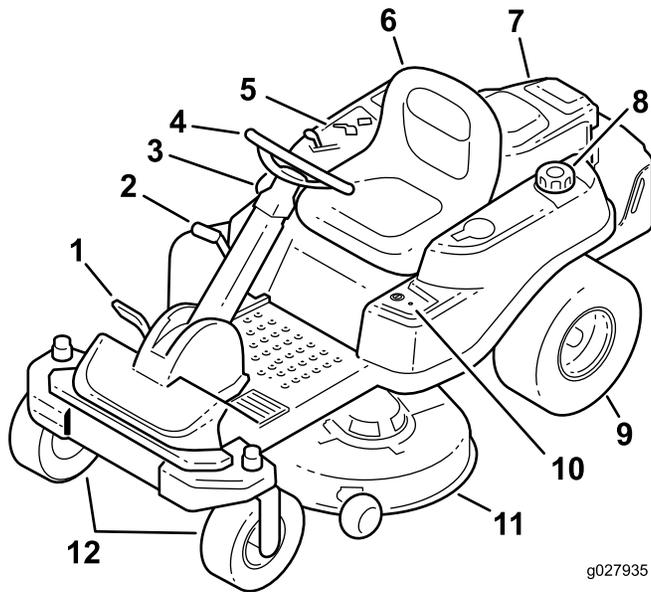
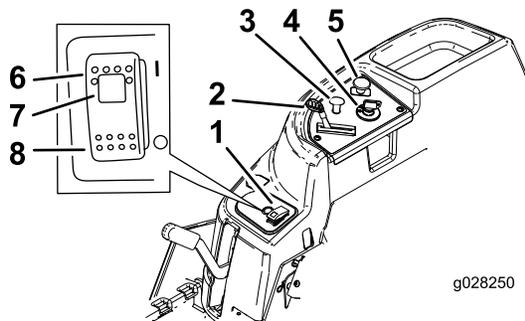

Bild 5
Bild 6
Machen Sie sich mit allen Bedienelementen in Bild 5 und Bild 6 vertraut, bevor Sie den Motor anlassen und die Maschine bedienen.
Lassen Sie einen kalten Motor mit Choke an. Ziehen Sie das Choke-Handrad heraus, um es zu aktivieren. Drücken Sie das Choke-Handrad hinein, um es zu deaktivieren (Bild 6).
Die Gasbedienungshebel steuert die Motordrehzahl und hat eine fortlaufend variable Einstellung von SLOW (LANGSAM) bis FAST (SCHNELL) (Bild 6).
Mit dem Zapfwellenantriebsschalter kuppeln Sie die Schnittmesser ein oder aus (Bild 6).
Mit dem Schnitthöhenhebel heben Sie das Mähwerk vom Sitz aus an oder senken es ab. Wenn Sie den Hebel nach oben (zu sich) schieben, wird das Mähwerk angehoben, und wenn Sie den Hebel nach unten (von sich weg) schieben, wird es abgesenkt. Verstellen Sie die Schnitthöhe nur, wenn die Maschine nicht fährt (Bild 5).
- Drücken Sie den Smart Park™-Schalter in die EIN-Stellung (Bild 6).